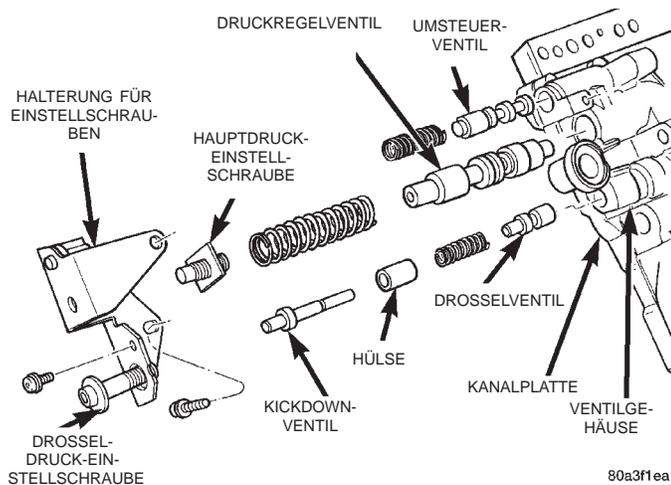

Abb. 68 Halterung für Einstellschrauben, Federn und Ventilschieber
(45) Umsteuerventil mit Feder, Druckregelventil mit Feder, Kickdown-Ventil mit Feder und Drosselventil in das Ventilgehäuse einbauen (Abb. 68).